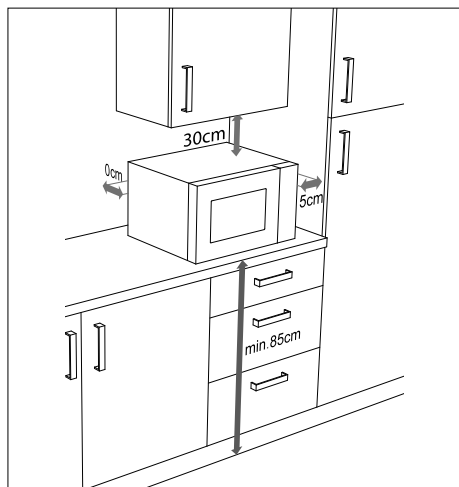

Fig. 3 – Distanza dell'apparecchio
- ▶ Per assicurare un'aerazione sufficiente, è necessario mantenere le distanze indicate nella "Fig. 3 – Distanza dell'apparecchio". Il distanziatore sulla parte posteriore dell'apparecchio deve poggiare contro la parete per garantire la corretta distanza tra parete e forno a microonde al momento del posizionamento.